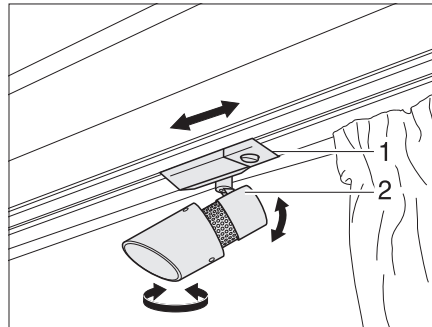

Bild 42 Spotleuchte
- Gehäuse (Bild 42,2) fassen und drehen.
- Halterung (Bild 42,1) fassen.